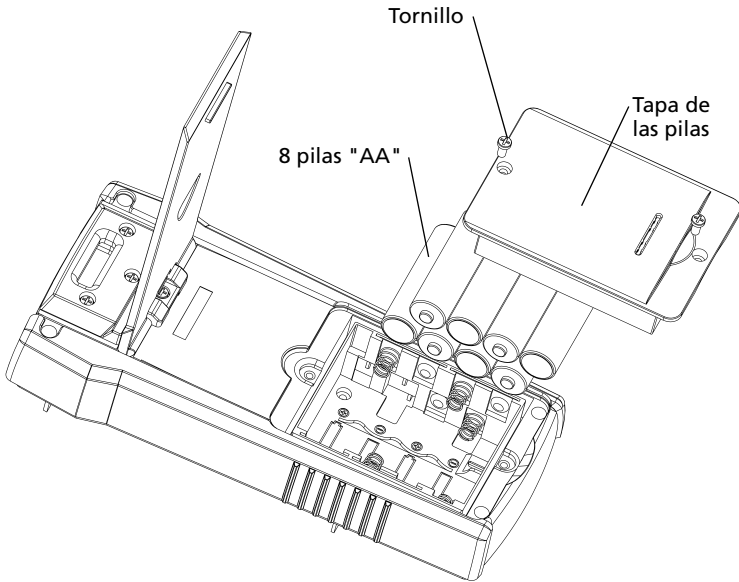

Figura 5.1a: Cambio de las pilas del transmisor
3. Extraiga la tapa de las pilas (Figura 5.1a).